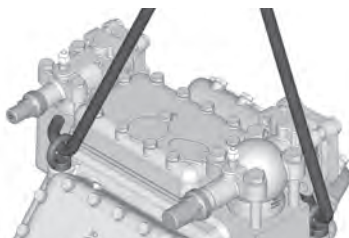

Abb. 7
- Transport- und Aufhängemöglichkeit an den Transportösen (Abb. 7).